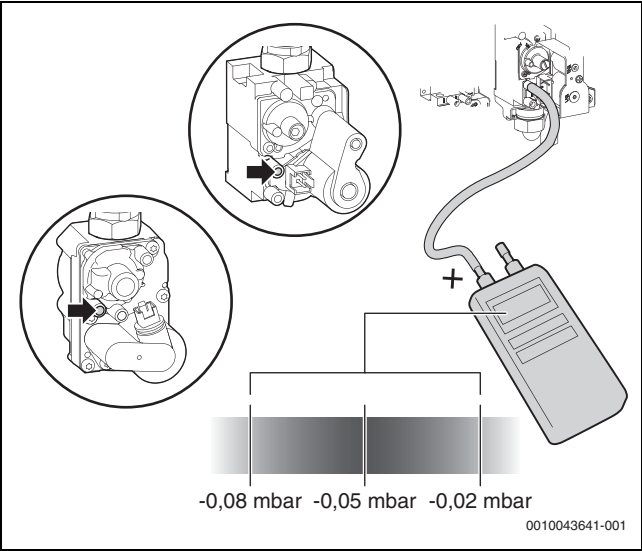

Fig. 13 Măsurarea presiunii diferențiale
- ▶ Deschideți șurubul micrometric pentru presiunea diferențială a vanei de gaz (→ Fig. 13).
- ▶ Măsurați presiunea diferențială a vanei de gaz (→ Fig. 13). Presiunea diferențială optimă este de -0,05 mbar.